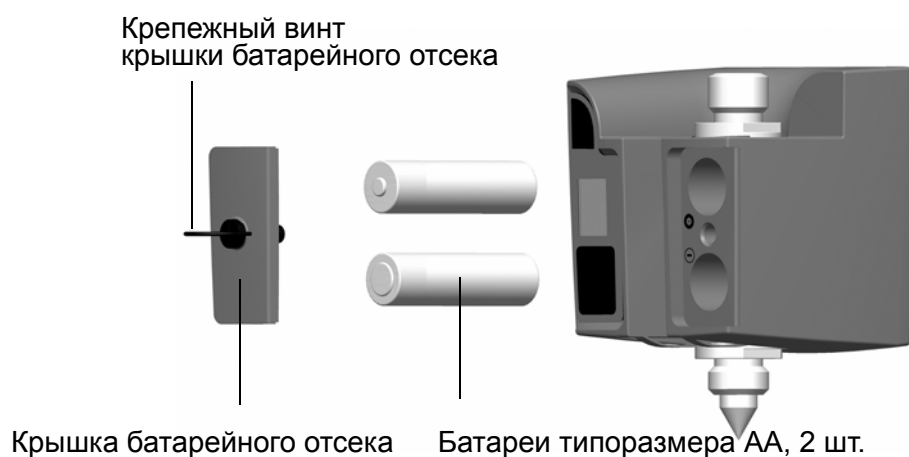

Рисунок 6.7. Замена батарей идентификатора цели
4. Установите на место и зафиксируйте крышку батарейного отсека, повернув крепежный винт на четверть оборота по часовой стрелке. См. рис. 6.7